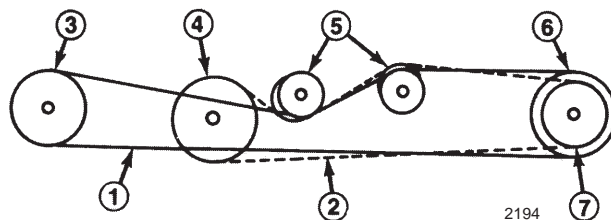

Figure 30
Pour remplacer la courroie de transmission ou de l'arbre intermédiaire, utilisez les procédures suivantes et le schéma d'acheminement des courroies (Fig. 30).
5. Mettez les courroies en place et installez la courroie de transmission sur la poulie de transmission selon le trajet illustré (Fig. 30).